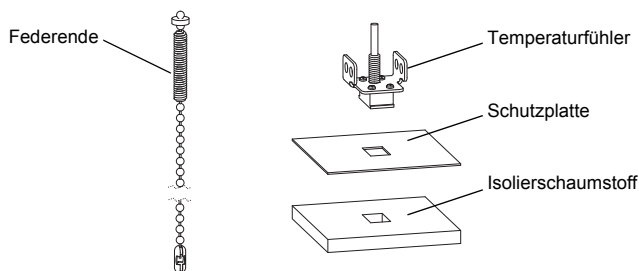

Abb. 9.5: Temperaturfühler
- Befestigen Sie Schutzplatte und Isolierschaumstoff am Temperaturfühler (siehe Abb. 9.5).